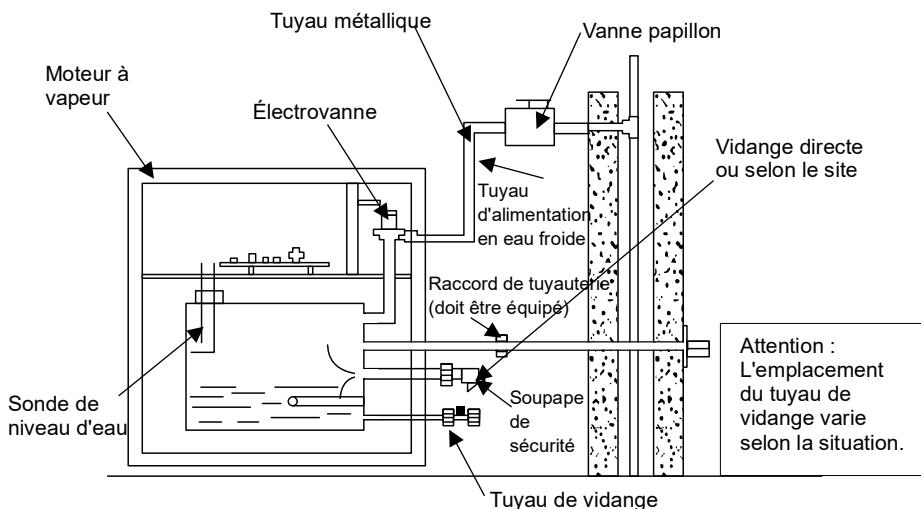

Figure 2
1. Conduite d'arrivée d'eau : la conduite d'arrivée d'eau est insérée dans la conduite existante et un tuyau métallique DN15 est raccordé respectivement à l'entrée d'eau de la machine et à la vanne de la conduite d'alimentation en eau (voir figure 2).